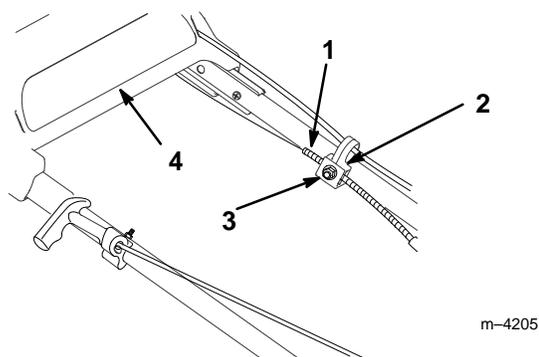

Figure 18
2. Desserrer l'écrou du support de câble (Fig. 18).
4. Repousser le mancheron supérieur vers l'arrière aussi loin que possible, maintenir toujours le support de traction enfoncé et tirer la gaine de câble vers le bas (vers la tondeuse) jusqu'à ce qu'il n'y ait plus de mou dans le câble (Fig. 18).
5. Resserrer l'écrou du support de câble (Fig. 18).